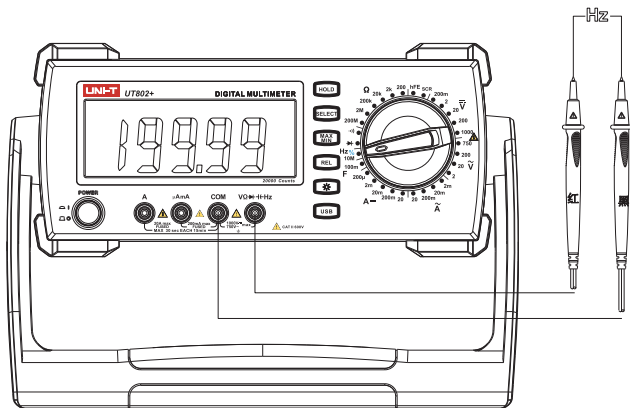

图6. 频率测量
- 2) 将仪表的旋转开关转到"图6"测量档, 旋转开关频率测量档Hz (按SELCEC键, 可以切换功能测试占空比%), 将表笔并联到待测信号源上。